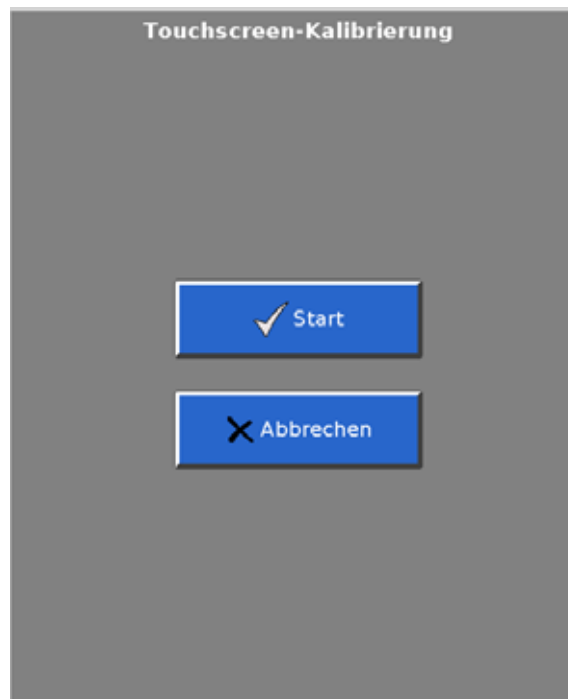

Abbildung E-12: Bildschirm Touchscreen kalibrieren
- 1 Wählen Sie im **Diagnostikmenü** die Option **Touchscreen-Kalibrierung**. Daraufhin wird der Bildschirm **Touchscreen-Kalibrierung** angezeigt (Abbildung E-12).